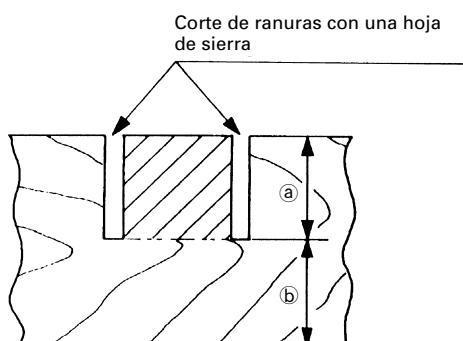

Fig. 33
Las ranuras podrán cortarse en la pieza de trabajo como se indica en la Fig. 33 regulando el perno de ajuste de profundidad de 8 mm.
- (1) Afloje la tuerca de aletas de 8 mm y gire el perno de ajuste de profundidad de 8 mm con la mano.
- (2) Ajuste la profundidad de corte deseada regulando la distancia entre la hoja de sierra y la superficie de la base (consulte (b) de la Fig. 33).
- (3) La tuerca de aletas de 8 mm deberá quedar adecuadamente apretada después de haber finalizado el ajuste.